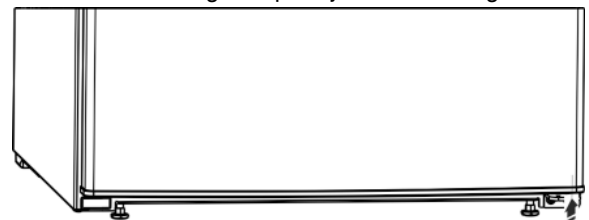

Fig. 8
► Sett inn avstandsdelen Fig. 8 (13) igjen nede til høyre i døren, da den er viktig for apparatets stabilitet.